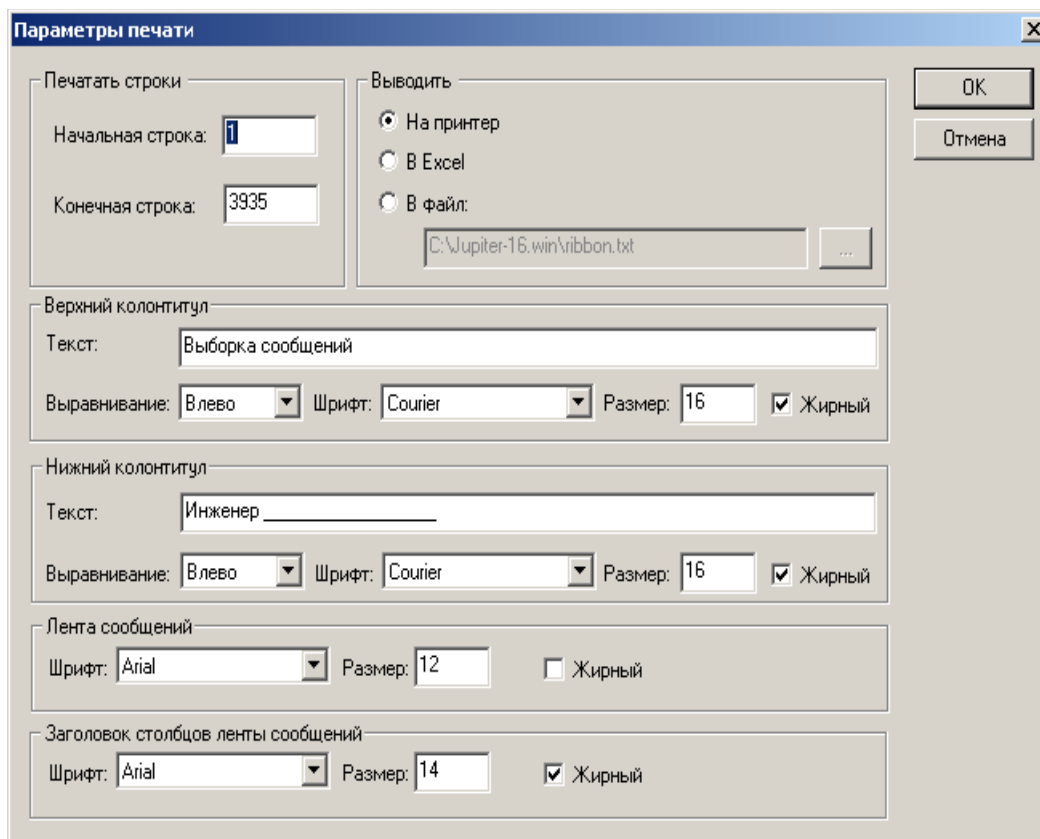

Рисунок 3.17. Окно «Параметры печати»
2. Выберите пункт **Печать**. Будет открыто окно **Параметры печати** (рисунок 3.17).